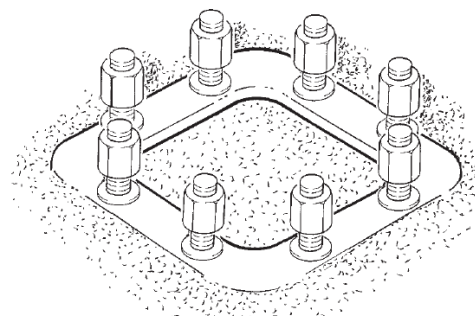

fig.18
3. Annegare la cornice così preparata nel getto del plinto curando che la piastra superiore rimanga a filo del pavimento ( fig.18 ). Proteggere le filettature dei tirafondi per evitarne il danneggiamento.